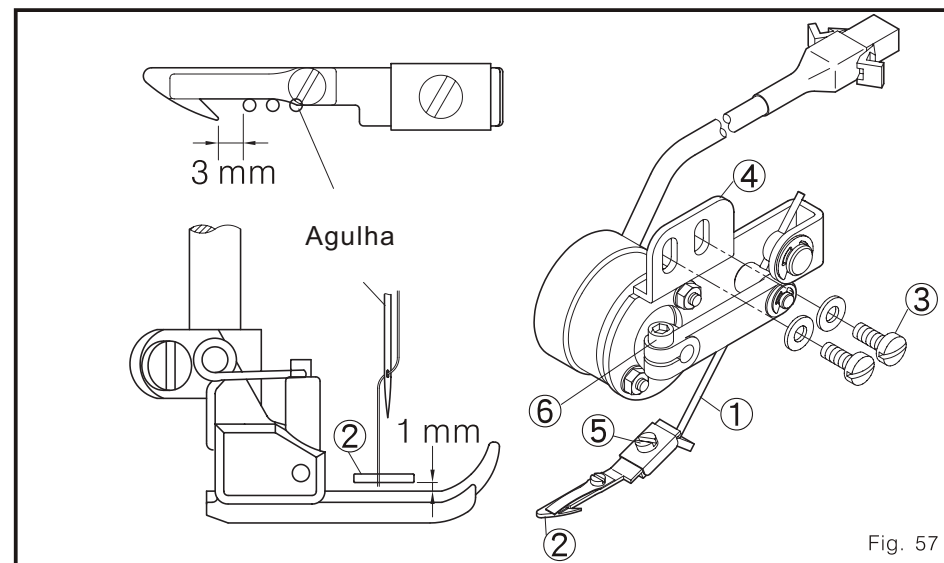

Fig. 57
1. O lugar correto da barra puxador de fio: Quando a barra de fio esteja no ponto morto superior, e a barra puxador do fio 1 estejam no ponto morto esquerdo, o fundo de gancho puxador de fio 2 deveria ser 1 mm da parte de para cima do calçador. (Fig. 57)